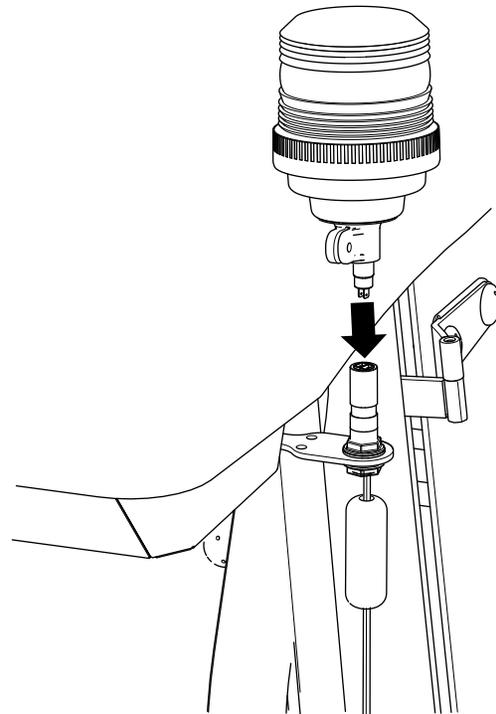

Bild 18
5. Montieren Sie die Rundumleuchte auf die Oberseite des Rundumleuchtenständers (Bild 18).